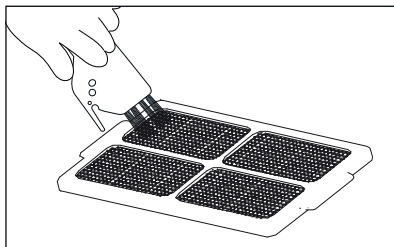

Fig. 11
- 5) Rengør sigtefilteret med rengøringsbørsten **10** (se fig. 11).